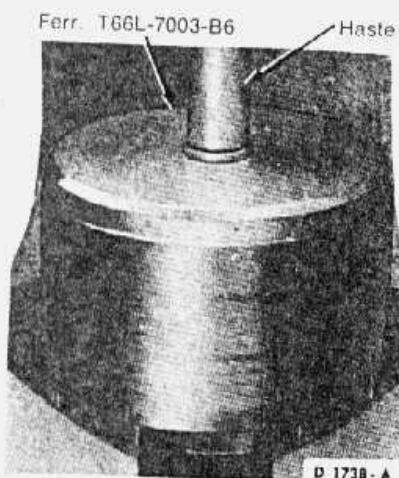

fig. 89 — instalação da bucha do tambor da cinta de ré e baixa
- Instalar uma bucha nova com a ferramenta mostrada pela fig. 89.